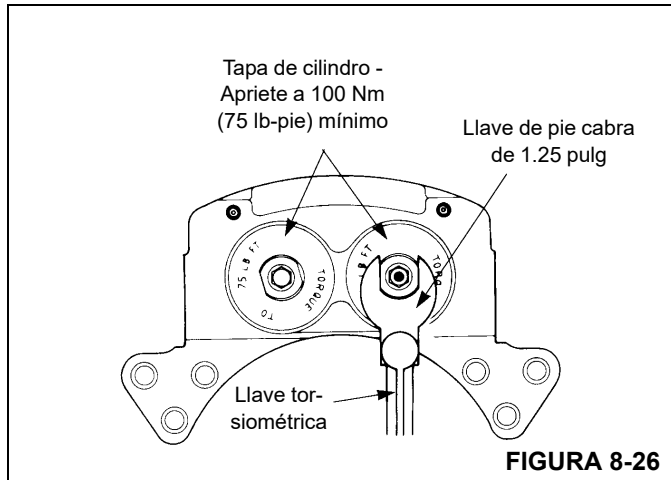

FIGURA 8-26
6. Instale las tapas de cilindro en la caja de las pinzas. Apriete las tapas de cilindro a un par de apriete mínimo de 102 Nm (75 lb-pie) según se ilustra en la Figura 8-26.